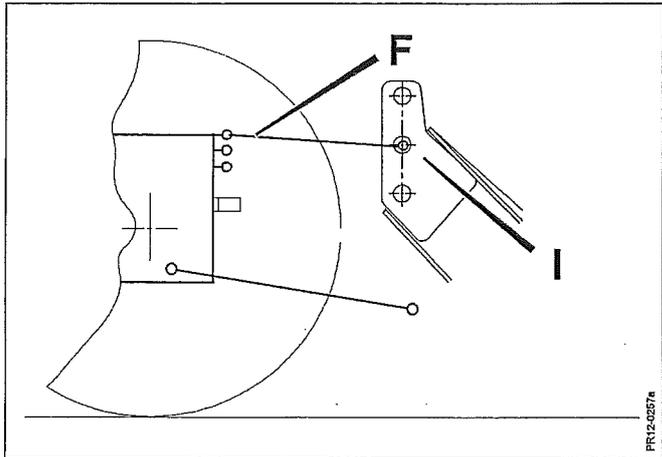

Fig. 2-13
- Fig. 2-13 4) Dann den Oberlenker **F** anbauen. Den Oberlenker hoch an den Schlepper anbauen und den Kupplungspunkt **I** wählen, damit der Oberlenker annähernd parallel mit den Unterlenkern des Schleppers ist. Dadurch wird eine zweckmäßige Bewegung beim Anheben der Maschine sowie optimale Verhältnisse beim späteren An- und Abbau der Maschine erreicht.